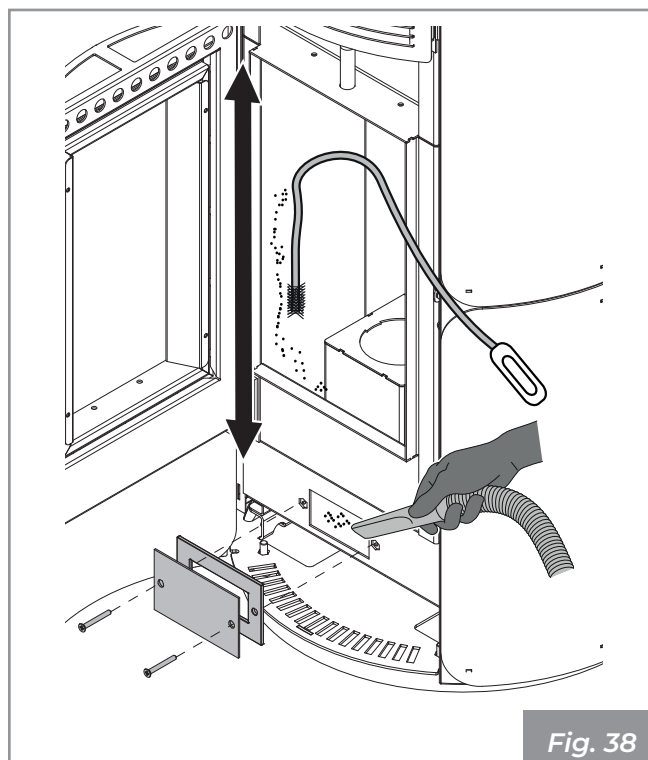

Fig. 38
- Asportare gli eventuali residui che cadono nel collettore fumi aiutandosi con un aspiraceneri (**fig. 38**).